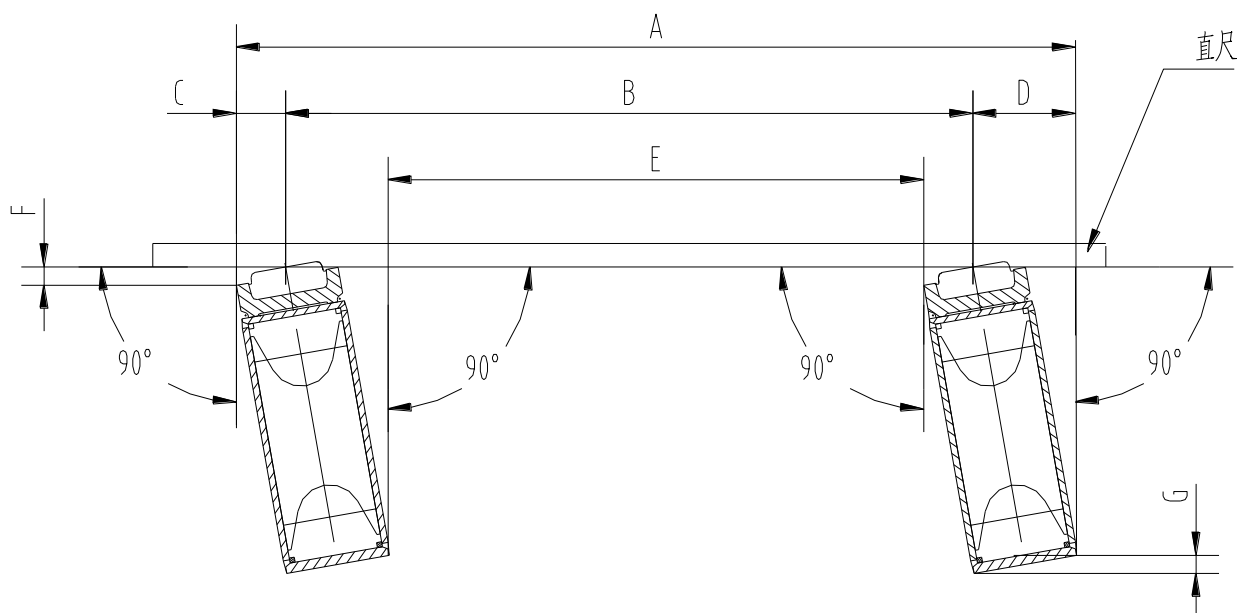

Рисунок 6-3. Расстояние между балками
1. Расстояние между левой и правой балкой (см. рисунок 6-3).